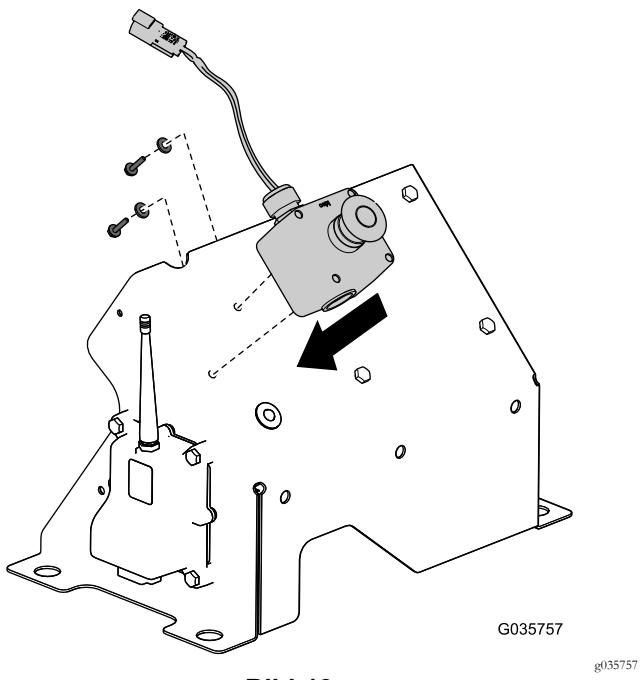

Bild 13
13. Befestigen Sie die vorher entfernte E-Stopptaste an der Abdeckung (Bild 13).